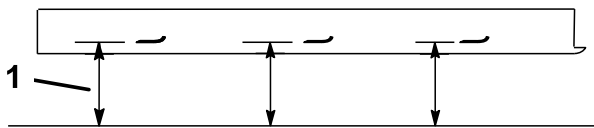

Bild 54
2. Messen Sie von einer ebenen Fläche bis zu den Schnittkante (Position A) der Messer (Bild 54). Notieren Sie diesen Wert.